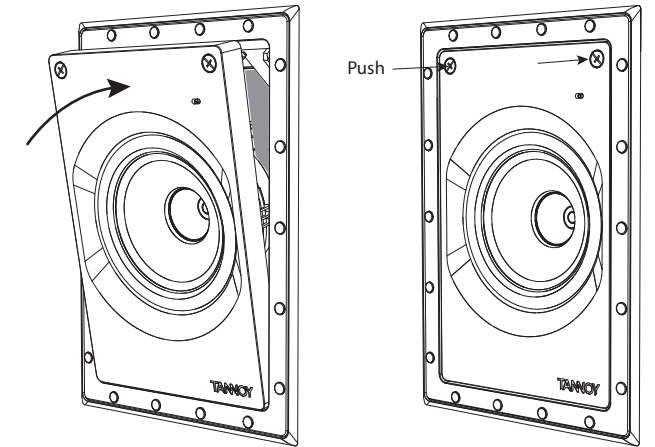

Fig. 13. Installing the Loudspeaker Assembly into the Frame
2. Tenere il gruppo altoparlante ad angolo e inserire le due linguette sporgenti sul bordo inferiore, nelle due fessure corrispondenti nel telaio (Fig. 13).